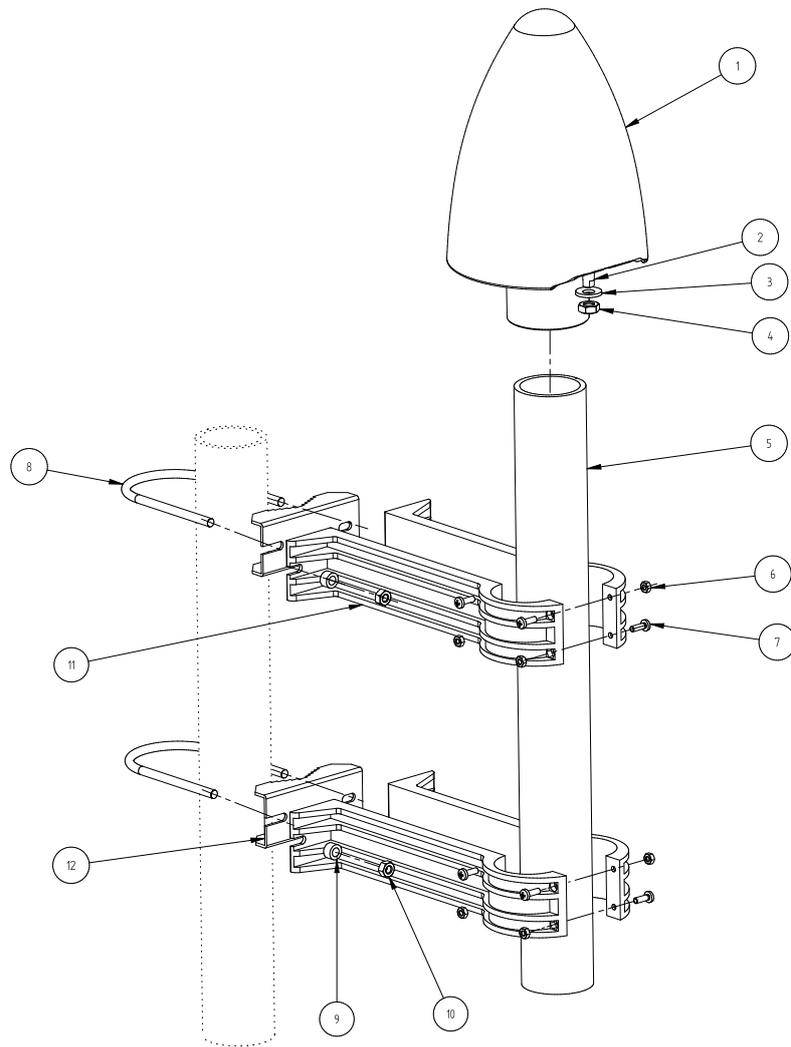

Abbildung 8.4: Montage einer GPSANTv2-Antenne an einem Mast
☞ **Abb. 8.4** stellt die Montage einer Meinberg GPSANTv2-Antenne an einem Mast dar.
1. Legen Sie das Antennenrohr (Pos. 5 in ☞ **Abb. 8.4**) in die dafür vorgesehenen Wölbungen der beiden Paare der Antennenrohr-Halter (Pos. 11). Befestigen Sie das Antennenrohr in jeder der beiden Antennenrohr-Halter, mit vier M4x12-Linsenkopf Kreuzschlitz (Pos. 7) und den entsprechenden M4-Sechskantmuttern (Pos. 6). Um sicherzustellen, dass das Antennenrohr (Pos. 5) so sicher wie möglich sitzt, sollten die oberen und unteren M4x12-Schrauben (Pos. 7) in jedem der beiden Antennenrohr-Halter aus entgegengesetzten Richtungen eingesetzt werden, wie in ☞ **Abb. 8.4** gezeigt.